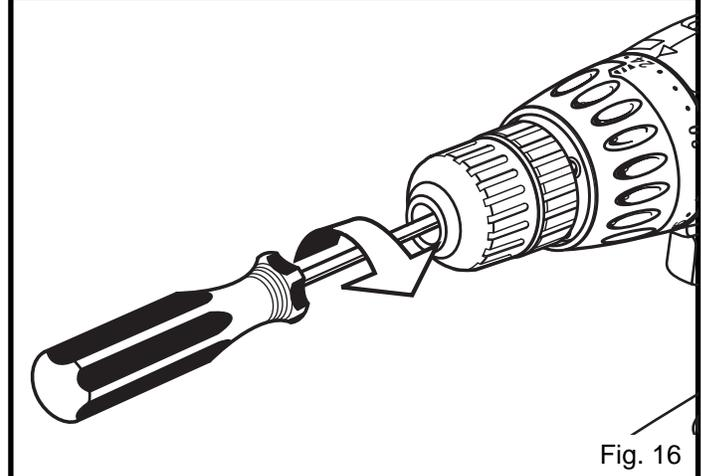

Fig. 16
- Desserrez les mâchoires du mandrin pour libérer la clé hexagonale. Retirez le mandrin en le tournant dans le sens horaire. Voir la Figure 16.